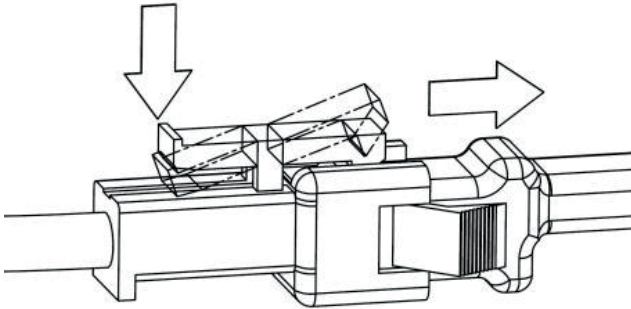

Рисунок 18
1. Отсоединить вилку разъема лампы, оттянув пластиковый выступ, как показано на рисунке слева, чтобы открыть блокировочное устройство (Рис. 18).